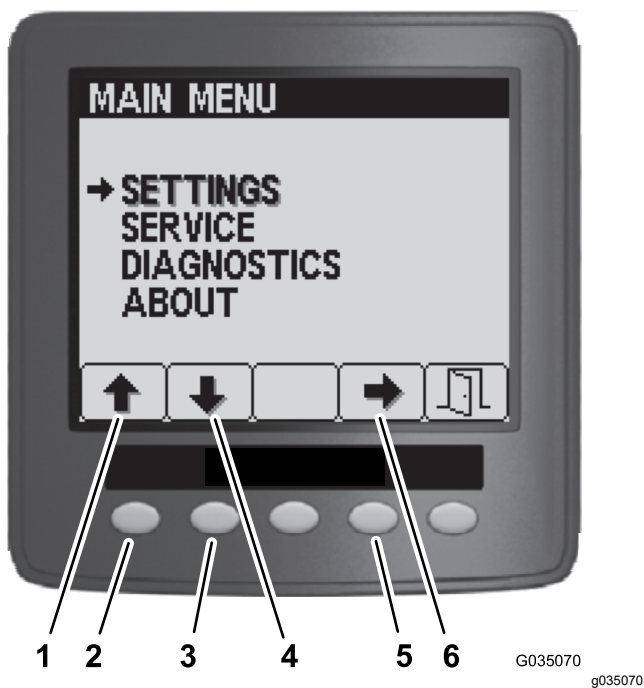

Figura 185
3. En el Menú principal, pulse el botón 1 o 2 hasta que la opción de Ajustes quede resaltada, y pulse el botón 4 para navegar por los menús de Ajustes (Figura 185).